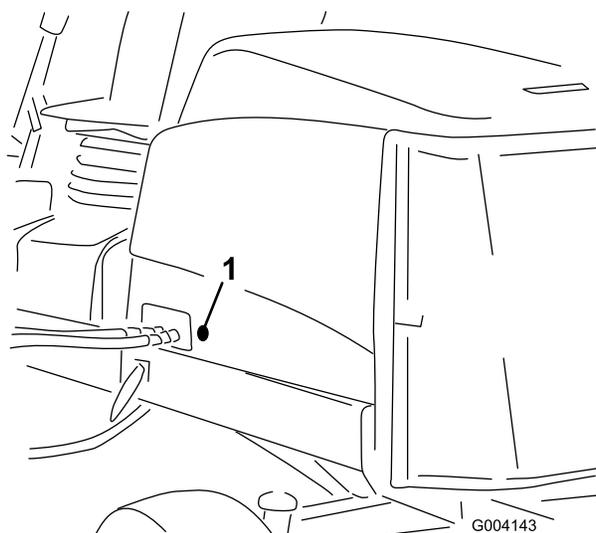

図 17
2. フードの左側についているゴム製のハトメを取り外す図 17。